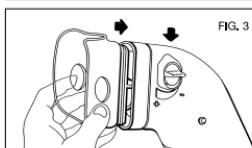

FIG. 3
3. Replacer le masque respiratoire (fig. 3). S'assurer de la bonne position du bouton de réglage ; (-) nébulisation des voies respiratoires inférieures ; (+) nébulisation des voies respiratoires supérieures.